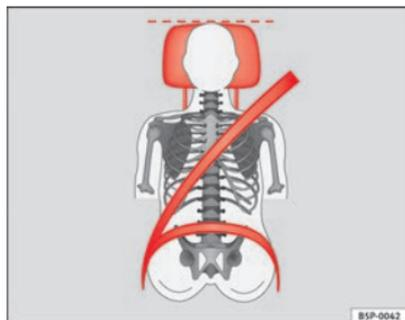
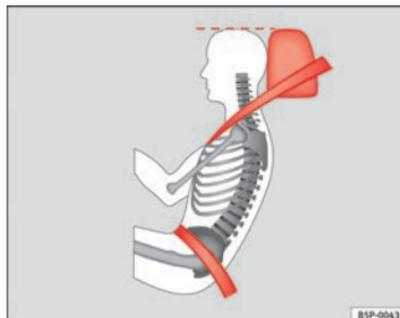

Fig. 69 Vista de frente: apoyacabezas y cinturón ajustados correctamente
Fig. 70 Vista de lado: apoyacabezas y cinturón ajustados correctamente
- Ajuste el apoyacabezas de modo que el borde superior del mismo quede a la misma altura que la parte superior de la cabeza, como mínimo a la altura de los ojos ⇒ fig. 69 y ⇒ fig. 70.